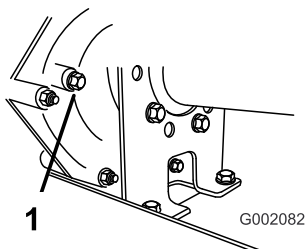

Bild 64
2. Nehmen Sie die Schraube aus dem Füllstand-Prüfloch heraus (Bild 64).